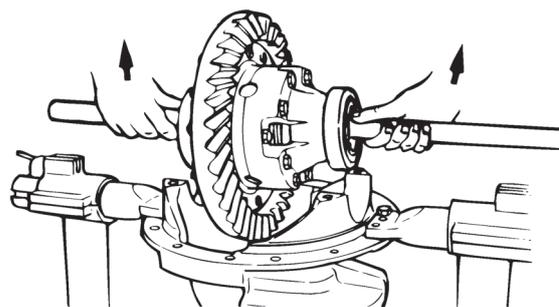

Figura 6.12
13. Levante e retire o conjunto da caixa dos satélites da caixa do diferencial. Figura 6.12.